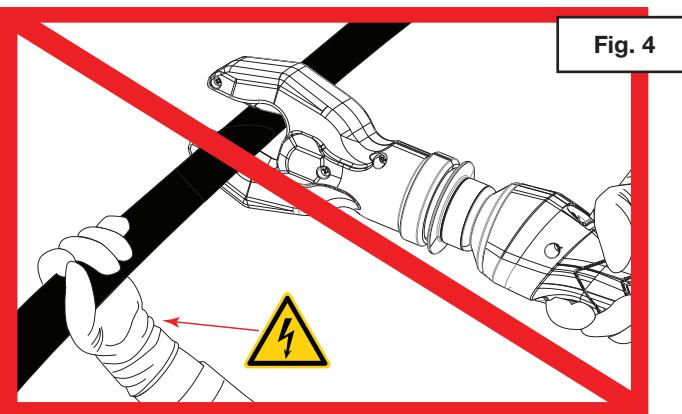

Fig. 4
4. No toque el cable. (Fig. 4)